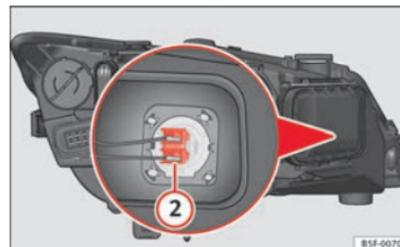

Abb. 186 Glühlampe für Fernlicht
- Drücken Sie den Stecker ⇒ Abb. 186 ② seitlich nach links und ziehen Sie.